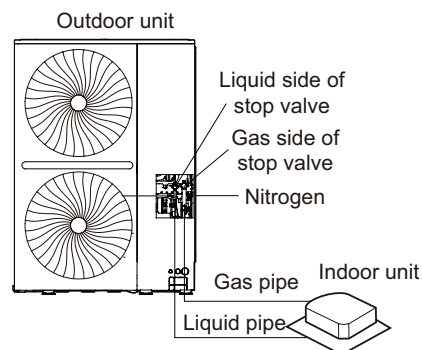

Fig. 5.35
8. Ostatné otvory prepláchnite rovnakým spôsobom, postupujte postupne od vnútornej jednotky A smerom k vonkajším jednotkám. Pozrite si Fig. 5.35